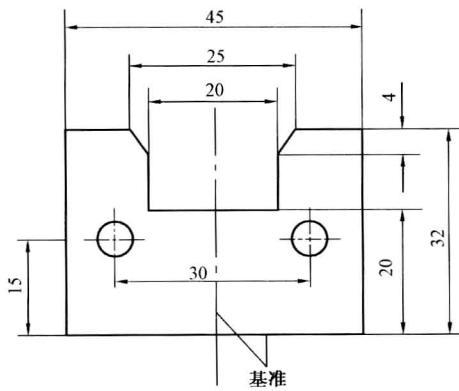

图1-26 中心线与其垂直的平面基准类型
(3)以一条中心线和与其垂直的平面为基准,示例如图1-26所示。